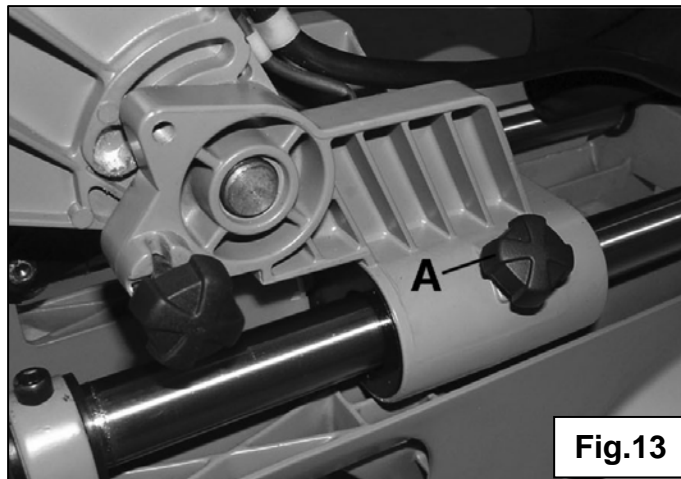

Fig.13
1. Allentate il pomello di bloccaggio delle barre radiali **(A)** **Fig.13** nel senso inverso delle lancette di un orologio per liberare il meccanismo di spostamento radiale.